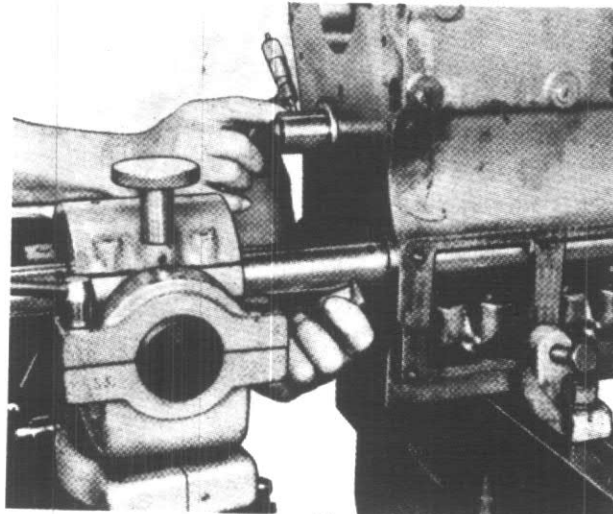

Figure 18
- a. Ajoutez la moitié du diamètre extérieur de l'axe de pignon fou et la moitié du diamètre de la barre d'alésage au rayon spécifié. A l'aide d'un micromètre extérieur, vérifiez comme indiqué sur la fig. 18.